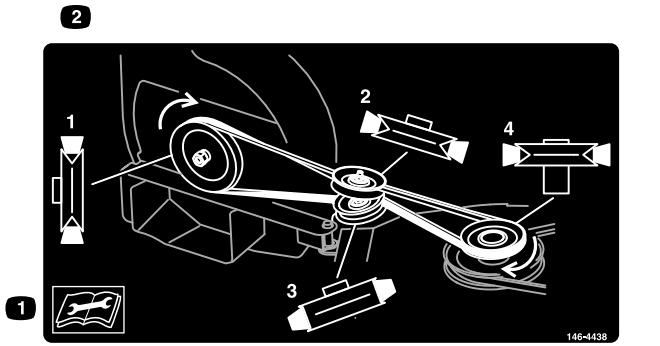

Figura 27
8. Instale a correia em torno do soprador e das polias intermédias, como se mostra na Figura 27. Coloque a correia na ranhura em V da polia do soprador. Mantenha a correia esticada e rode lentamente a polia à mão.